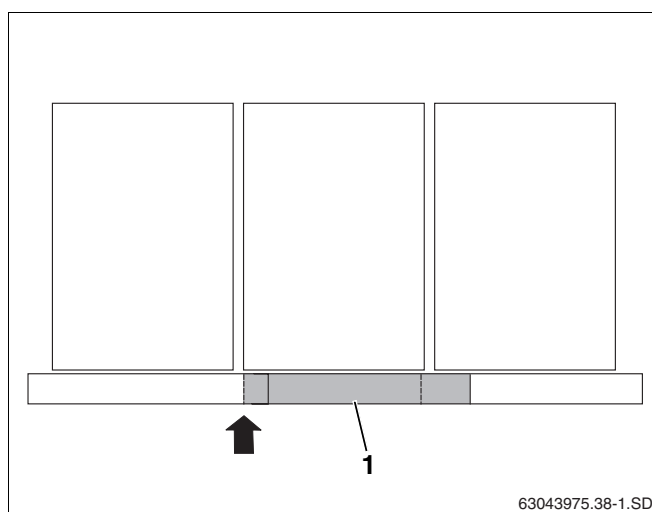

Fig. 44 Colocación de las chapas protectoras centrales para colectores verticales
En caso de montar más de dos colectores verticales son necesarias chapas protectoras para la parte inferior central (fig. 44, **pos. 1**). Éstas deben montarse al mismo nivel que el colector por la parte izquierda (flecha).